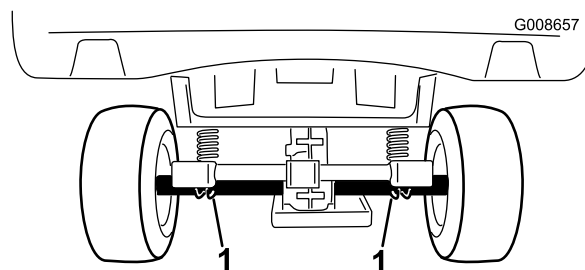

Figura 24
- O ponto de elevação traseiro encontra-se por baixo das bainhas do diferencial (Figura 24).